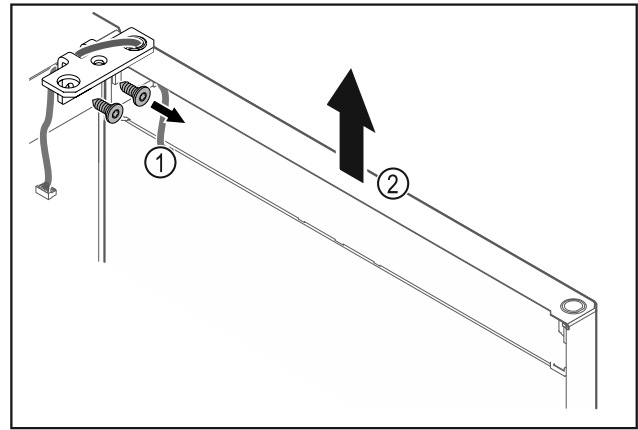

Fig. 23
- ▶ Scharnierwinkel Fig. 23 (1) abschrauben.
- ▶ Tür inklusive Scharnierwinkel Fig. 23 (2) circa 200 mm gerade nach oben heben und abnehmen.